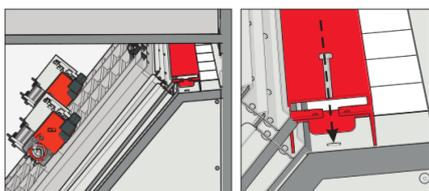

Abb. 3
- Prüfen Sie den Sitz der Klappe und montieren Sie das Klappenklemmteil (aus Abb. 3).